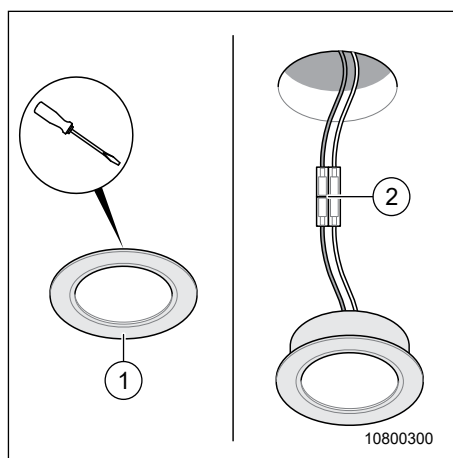

Fig. 152 Spot LED encastré
1. Sortir le spot encastré LED (Fig. 152, pos. 1) prudemment hors de l'ancrage à l'aide d'un tournevis à fente. Veillez à ne pas rayer le plafond ni la surface des meubles.